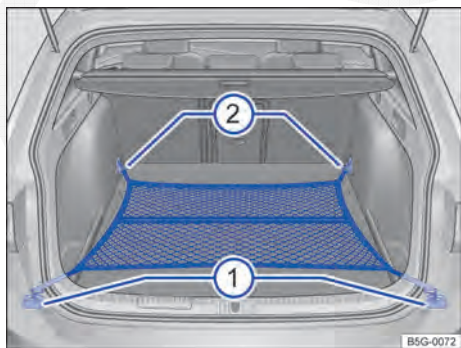

Fig. 105 No compartimento de bagagem: rede para bagagem presa de forma plana.
- Se for o caso, rebater o olhal de amarração dianteiro para fora ⇒ Fig. 105 .